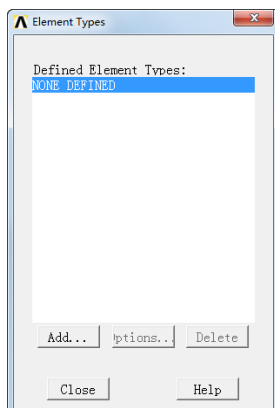

图 8-40 单元类型对话框
①从主菜单中选择 **Main Menu: Preprocessor > Element Type > Add/Edit/Delete** 命令，将打开“Element Type”（单元类型）对话框，如图 8-40 所示。